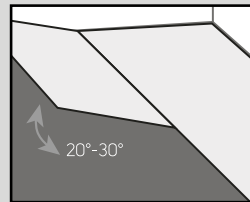

Fig. 3
4. Commencez la deuxième rangée en emboîtant la languette dans la rainure qui tient la lame à un angle d'environ 30°. Poussez ensuite fermement la lame/dalle dans la rainure de la première rangée (Figure 3).